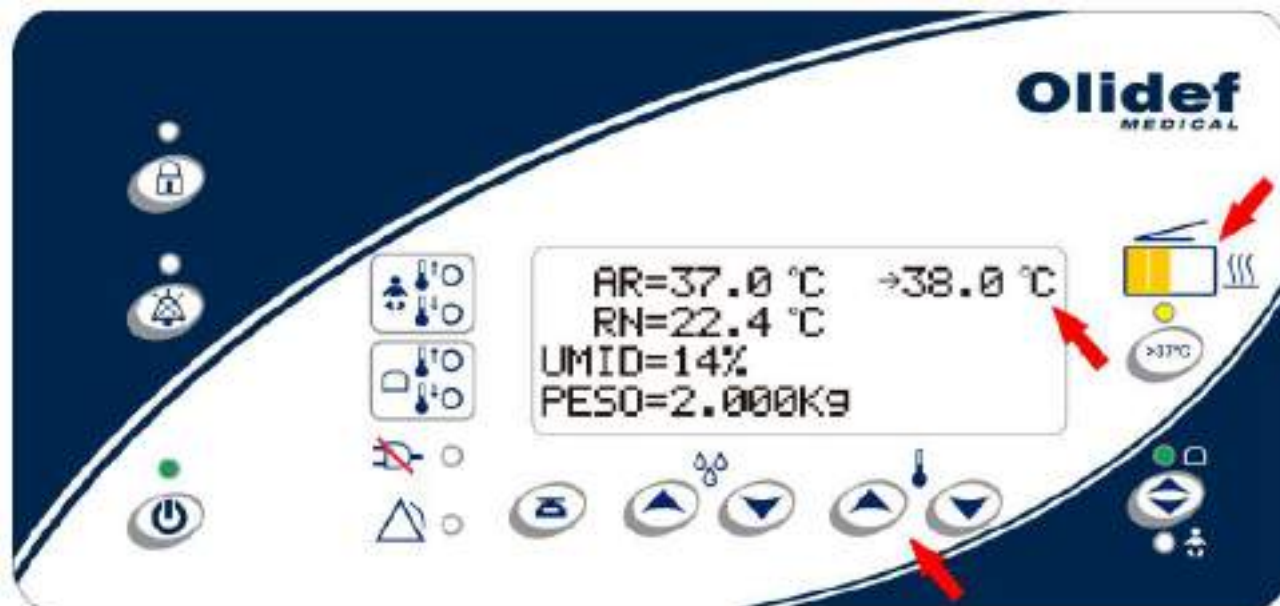

Figura 132 –Programação da temperatura do AR acima 37 °C
- No painel há um indicador proporcional de aquecimento, conforme figura 132.